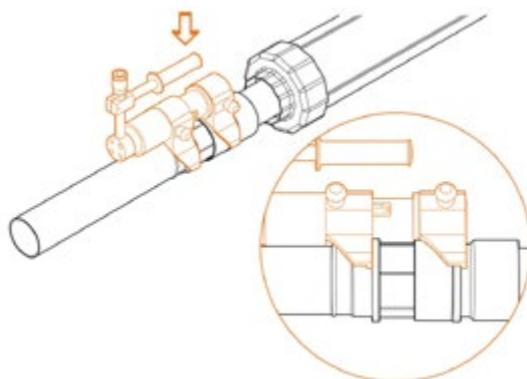

Рис. 5.8.7
**5.** Установить гидравлический инструмент таким образом, чтобы подвижная и опорная губки тисков вошли в сцепление с буртами на гильзе надвигной и втулке пресс-фитинга (рис. 5.8.7).